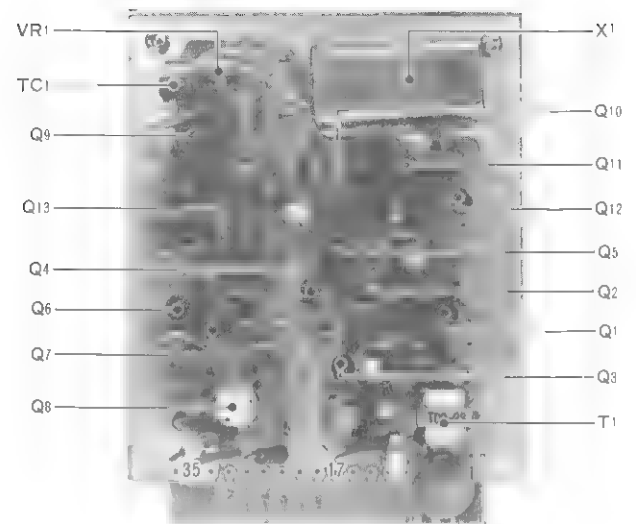

FIGURE 30. VOX-MKR Board
5.11 VOX-MKR (VOX-Marker) BOARD (X54-1020-10) (See Figure 30)